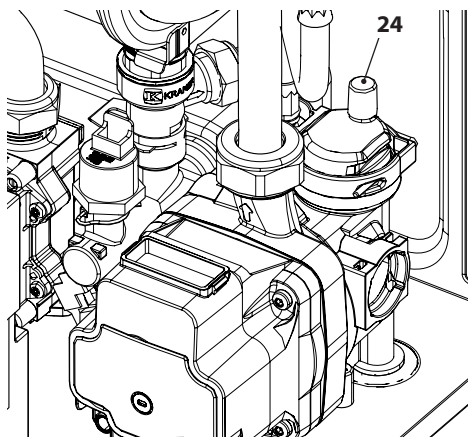

Figura 9.11
- Per facilitare lo svuotamento, svitare il tappo **24** della valvola di sfiato automatica in Figura 9.11.